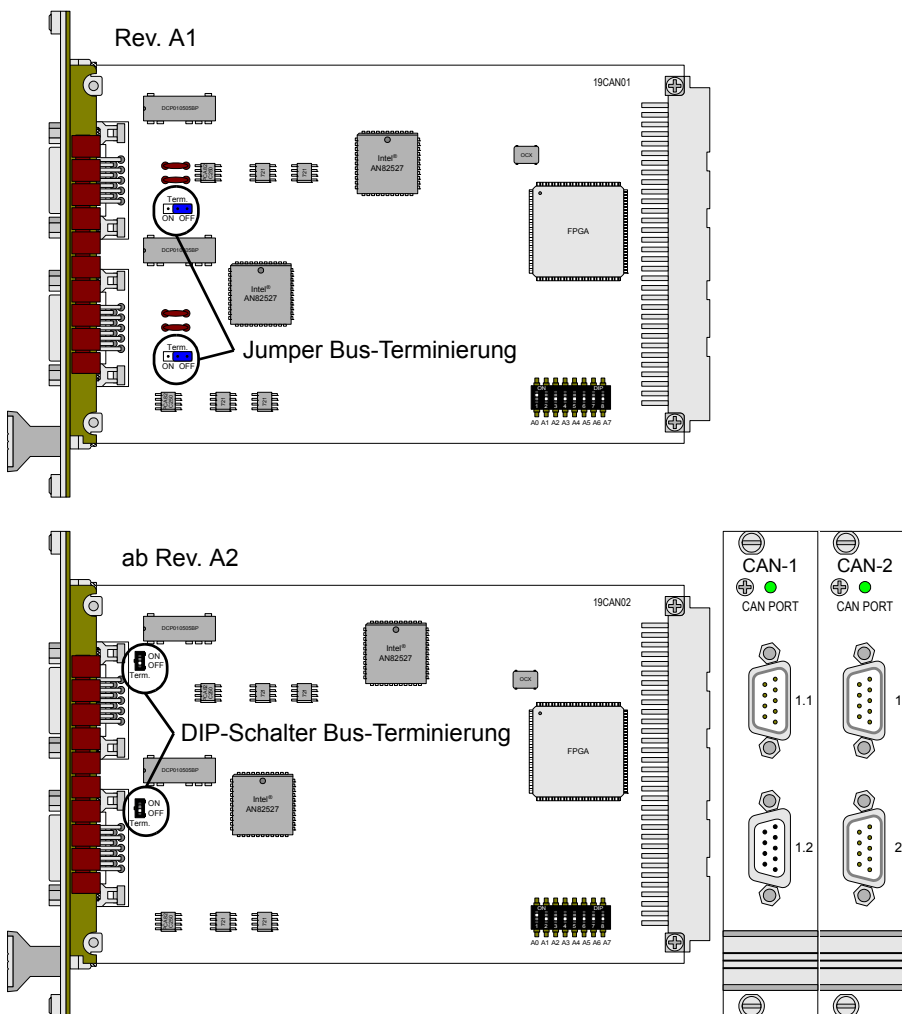

Abb. 310 – Pro-CAN-1/-2: Platine und Frontplatten
Wenn die Terminierung erforderlich ist, legen Sie den entsprechenden DIP-Schalter (Rev. A2, siehe Abb. 310) nach oben um; bei der Modulrevision A1 stecken Sie die Jumper auf die linke Position (ON).